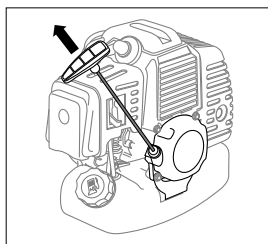

рис. 12
6. Придерживая триммер, плавно потяните рукоятку стартера до момента зацепления в механизме стартера. После чего энергично вытяните шнур на 50-60 см (рис. 12). Во избежание повреждения корпуса стартера не бросайте рукоятку стартера, плавно верните ее в исходное положение. Повторите данные действия 3-5 раз до первой вспышки топлива в двигателе. При этом двигатель заводиться не должен.